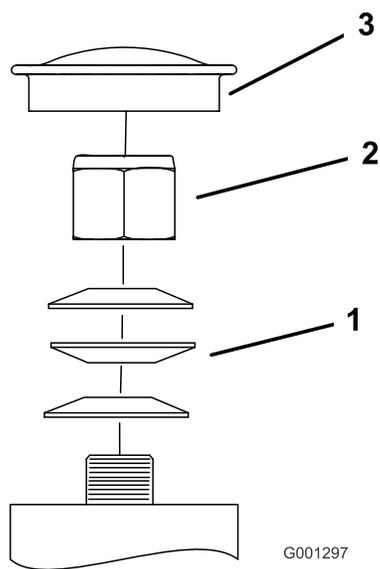

Figure 61
3. Retirez le capuchon antipoussière de la roue pivotante et serrez le contre-écrou (Figure 61).
4. Continuez de serrer le contre-écrou jusqu'à ce que les rondelles élastiques soient aplaties, puis desserrez-le de 1/4 de tour pour obtenir la précharge correcte des roulements (Figure 61).
Important: Veillez à placer les rondelles comme illustré (Figure 61).
5. Remettez le capuchon antipoussière en place (Figure 61).